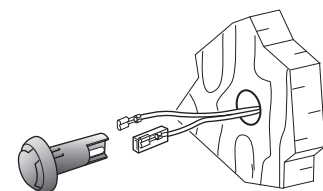

Fig. 20
- ▶ Bor et hul på Ø 10 mm (Fig. 20).